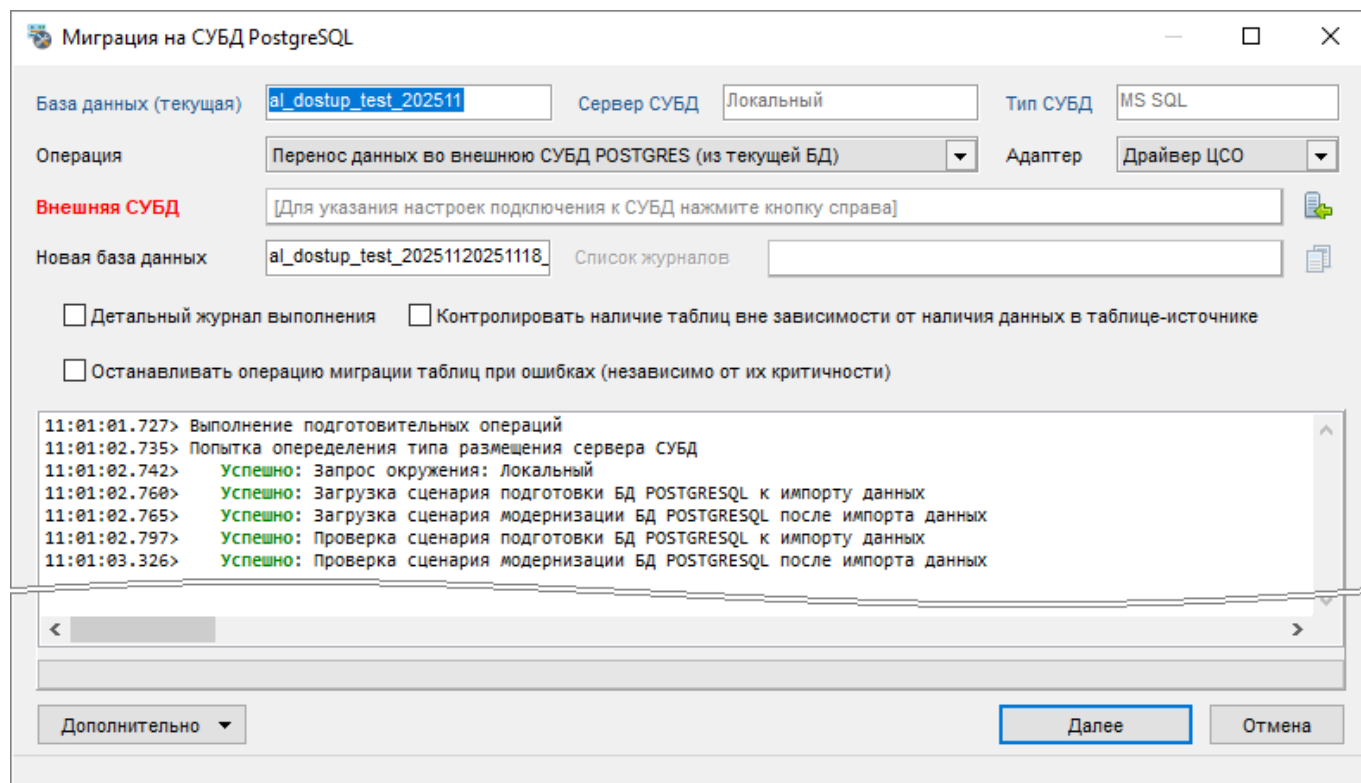

Рисунок 4-83 Окно "Миграция на СУБД PostgreSQL"
- 2) в открывшемся окне «Миграция на СУБД PostgreSQL» (см. Рисунок 4-83) задайте имя новой БД и перейдите к выбору параметров подключения к внешней СУБД, для чего нажмите кнопку «Выбор внешней СУБД» (см. Рисунок 4-84);